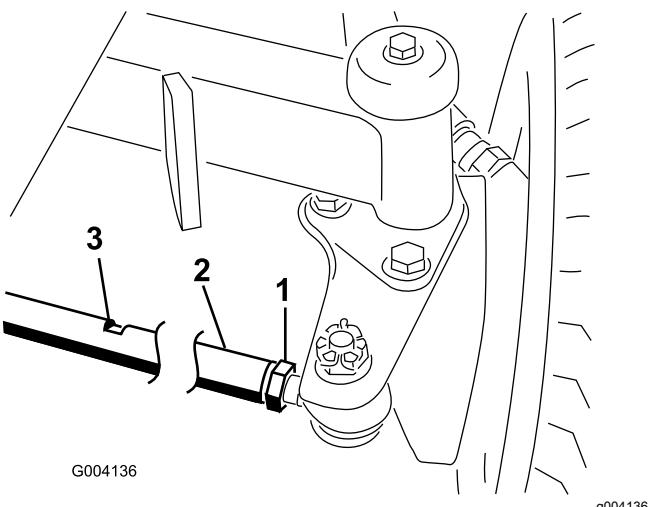

Figura 57
2. Allentate il controdado da ciascun lato del tirante (Figura 57).